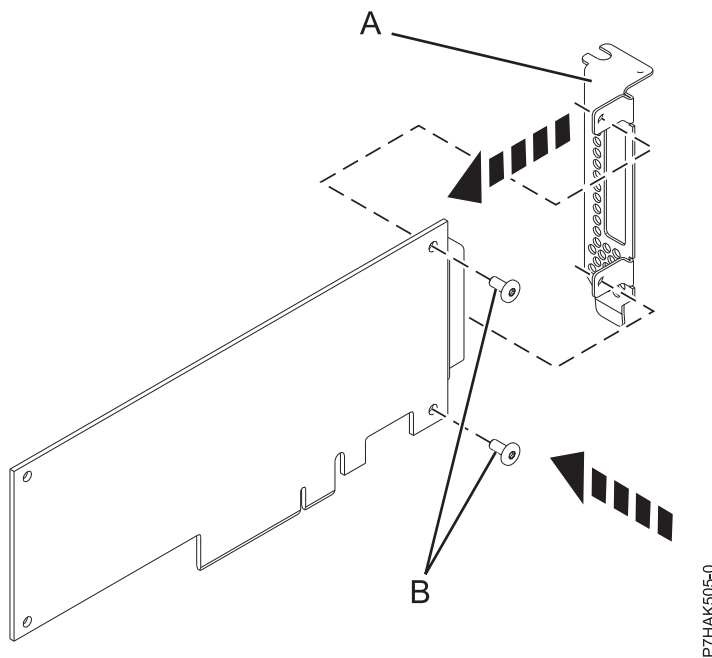

図 34. PCI アダプターへのロープロファイル・テール・ストックの取り付け
11. プラスのねじ回しと 2 個の留めねじ (B) を使用して、障害の発生した PCI アダプターのテール・ストック (A) を新しい PCI アダプターに取り付けます。図 34 を参照してください。